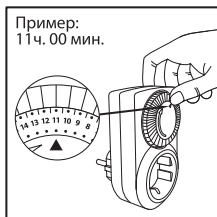

Рисунок 1. Установите текущее время
5.2. Установите текущее время, для этого поверните диск таймера по часовой стрелке до совмещения символа Δ во внутреннем круге с текущим значением времени (Рисунок 1 – установка времени 11:00). Следует учесть, что время можно установить только приблизительно с погрешностью ± 10 минут.